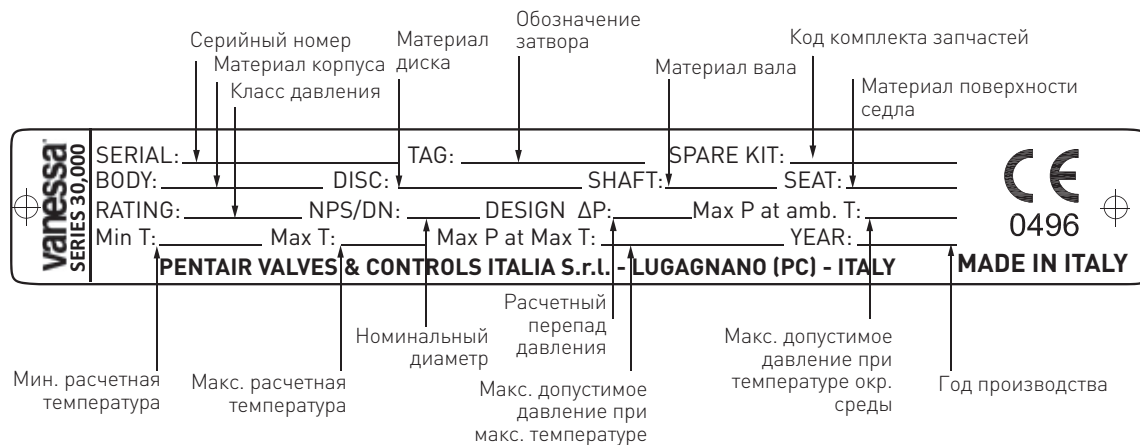

РИС. 1
- д. Убедитесь, что материалы конструкции, указанные на табличке затвора (Рис. 1) подходят для предназначенного применения и соответствуют контрактным спецификациям и требованиям.
- е. Убедитесь, что ограничения для затвора по давлению и температуре, указанные на табличке затвора (Рис.1) подходят для технологических условий процесса. В случае сомнений свяжитесь с заводом-изготовителем.
Механизм затвора сконструирован для противостояния и обеспечения герметичности при перепаде давления, указанном на табличке затвора [Рис. 1]. Механизм затвора не должен использоваться, как единственное средство защиты от опасности, вызванной давлением на входе закрытого затвора.